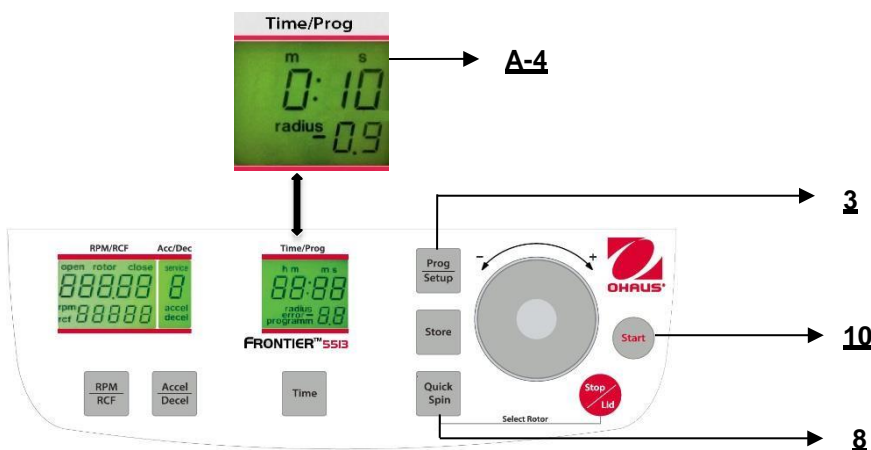

Figura. 24
E' possibile avviare la centrifuga con il tasto **"Start"** (10) (rif. figura 24) oppure con il tasto **"Quick Spin"** (8). **Con il tasto "Start"** (10), si possono avviare cicli salvati oppure cicli con i parametri preselezionati manualmente. Quando è finito il rispettivo tempo ciclo preselezionato, la centrifuga si arresterà automaticamente.